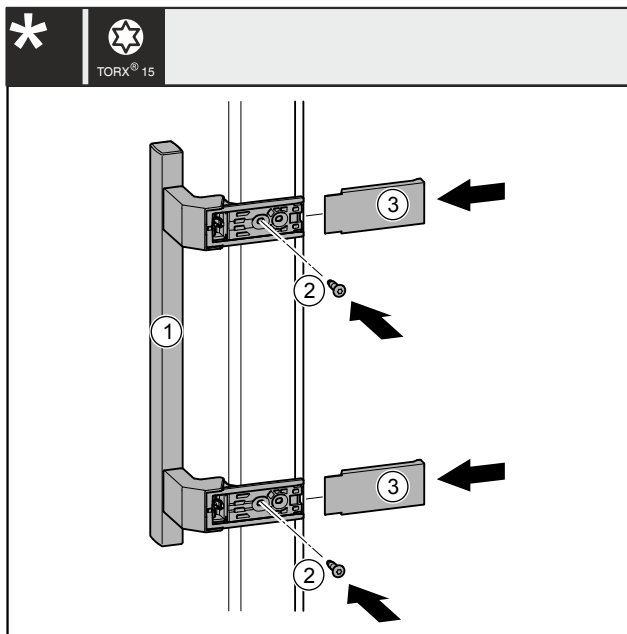

Fig. 28
- Breng het handvat Fig. 28 (1) aan de andere kant aan.
- Schroeven Fig. 28 (2) met een schroevendraaier vastschroeven.
- Plaats de afdekkingen Fig. 28 (3) op de zijanten en schuif ze erop zodat ze vastklikken.